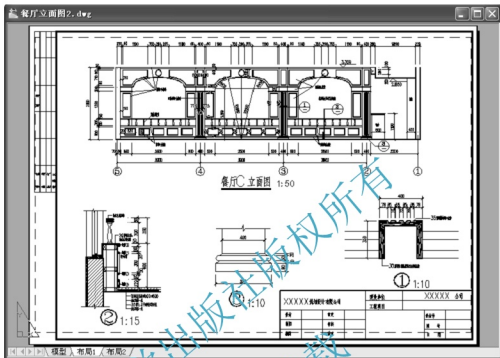

图 5.128 在布局空间布图
⑥ 将右下角视口设定为当前视口，并将视图调整至只显示“装饰柱详图”和“柱础详图”状态，在【视口】工具栏右侧的下拉列表中设置该图的出图比例为 1:10。
⑦ 将主图视口设定为当前视口，并在【视口】工具栏右侧的下拉列表中设置该图的出图比例为 1:50。
⑧ 冻结【视口】图层，结果如图 5.128 所示。